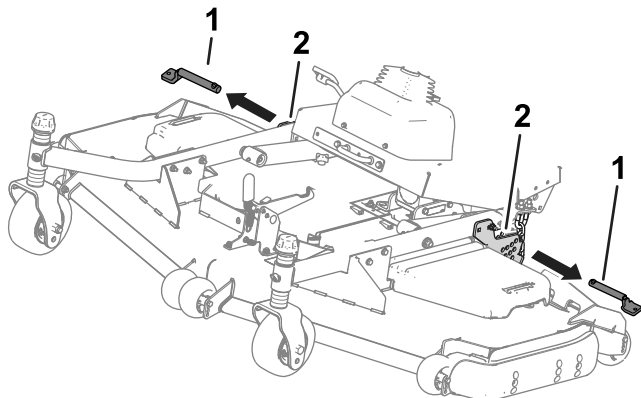

Figura 36
4. Retire los pasadores de las placas de altura de corte (Figura 36).